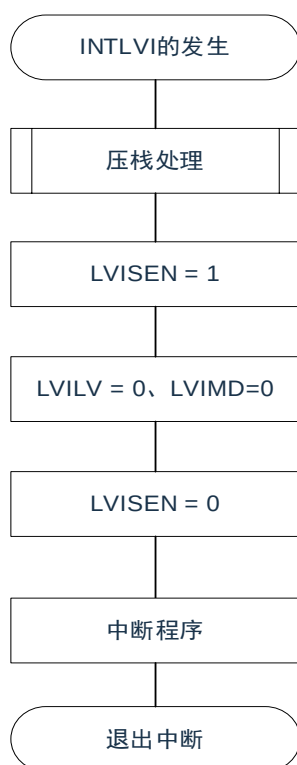

图7-1
- 当LVD检测到 $VDD < V_{LVDH}$ 产生中断后，LVIMD和LVILV标志会被置‘1’，需要在中断程序中将LVIMD和LVILV标志清零，否则当VDD下次降低时将无法产生中断，具体操作流程详见图7-1。